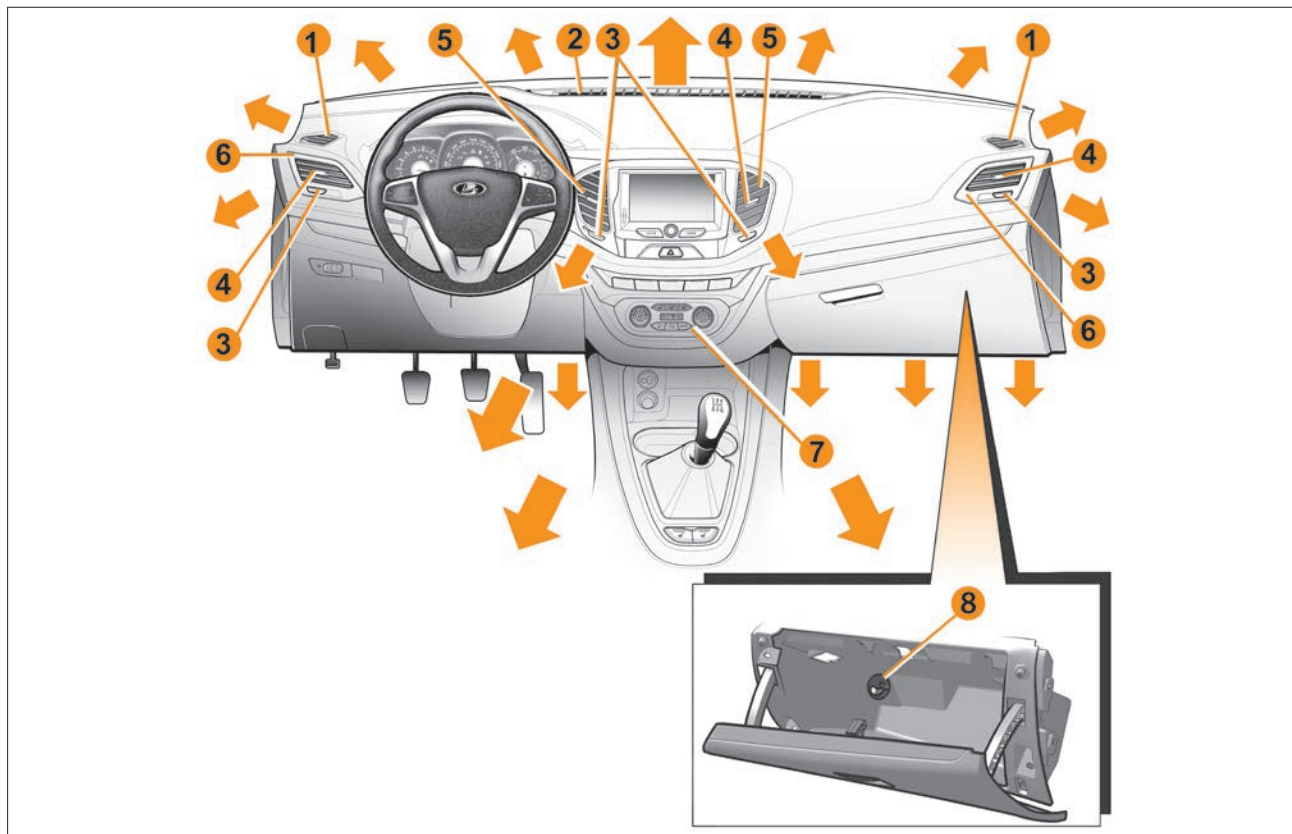

Рис. 3. Органы управления системой вентиляции и отопления салона
- 1 – сопла обдува (обогрева) боковых стекол (стр. 57, рис. 3);
8 – поворотная заслонка воздуховода охлаждения вещевого ящика (рис. 3).